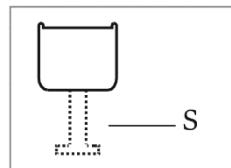

Fig.13
- Når installationen er færdig, og hvis du er tilfreds med apparatets pasform i skabet, skal du bøje og knække de dele af de hvide afstandsstykker, der er markeret med 'S', som vist med den stipede kontur på Fig. 13. Lad resten af afstandsdækslet sidder over metalpladerne.